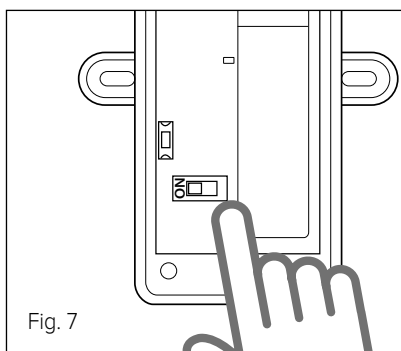

Fig. 7
- Setați microîntrerupătorul de pe placa sondei externe în poziție **ON** (Fig. 7).